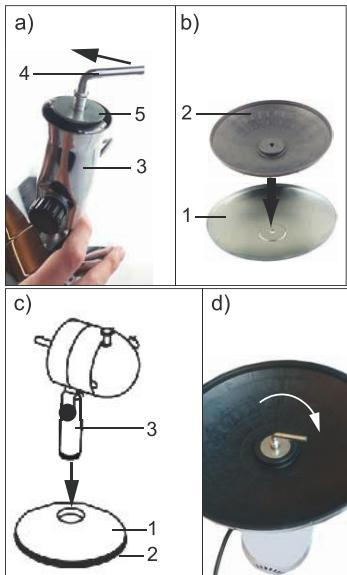

Fig.81: Montering av basen
- Lossa fästskruven (4) från sockeln.
- Skruta loss skruven motsols, se bild 81 a).
- Avlägsna underläggsskivan (5) från sockeln (3).
- Lägg insatsen i basen (1) så som visas i bild 81 b).
- Placera sockeln på basen, se bild 81 c). *Sockeln ska glida in i skåran.*
- Skruta fast fästskruvarna medsols, se bild 81 d).